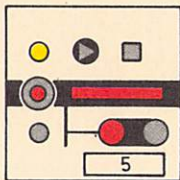

Bild 47
- (3) Die Blockabschnittsmelder sind in Grundstellung dunkel; sie leuchten rot bei besetztem Blockabschnitt (vgl. Bild 47).